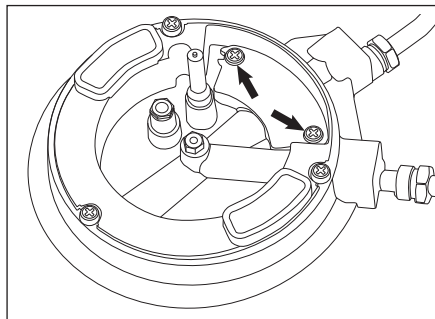

Fig. 4
- Dévisser les deux vis maintenant la plaque A en place, voir figure 4.